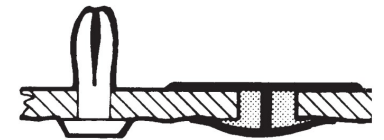

Fig.7: Fremgangsmåde for samling af paneler
3. Påfør silikone i profiler, monter profiler på plader og efterfyld silikone i profil fomontage af næste plade. Rivets monteres derefter på plade (se fig. 7).